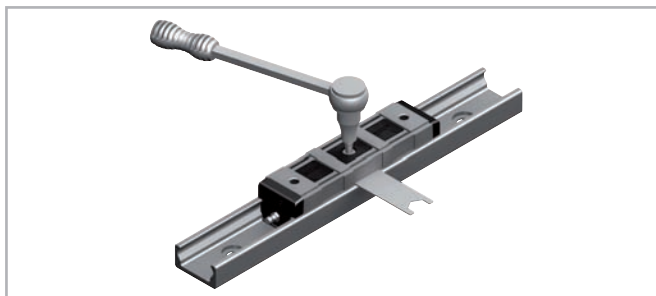

Рис. 98
- (7) удерживая ролик в правильном положении регулировочным ключом, аккуратно затянуть фиксирующий винт ролика. (см. Рис. 98). Правильный момент затяжки можно будет выставить позже (см. Табл. 42);
- (8) переместить каретку по всей длине направляющей, и убедиться в том, что требуемый преднатяг присутствует на всей этой длине. При правильно выставленном преднатяге каретка должна перемещаться легко и беззазорно по всей длине направляющей.
- (9) если каретка имеет более 3-х роликов, повторить процедуру выставления преднатяга для каждого из эксцентриковых роликов. Убедиться, что преднатяг выставлен на всех эксцентриковых роликах. Убедиться, что после выставления преднатяга все без исключения ролики каретки нормально контактируют с рабочими поверхностями направляющей;
- (10) после этого затянуть фиксирующие винты всех эксцентриковых роликов усилием из таблицы, придерживая при этом каждый ролик в его выставленном положении специальным плоским гаечным ключом. На оси ролика выполнена специальная резьба, облегчающая удержание ролика в выставленном положении;
- (11) установить на место грязесъёмники кареток типа "CSW" и "CDW", и должным образом смазать направляющие.